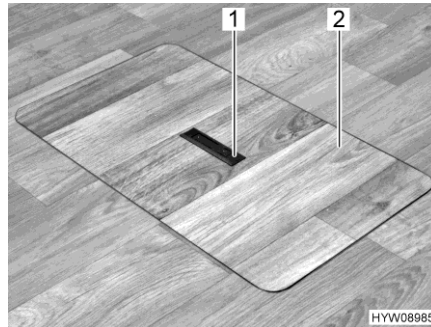
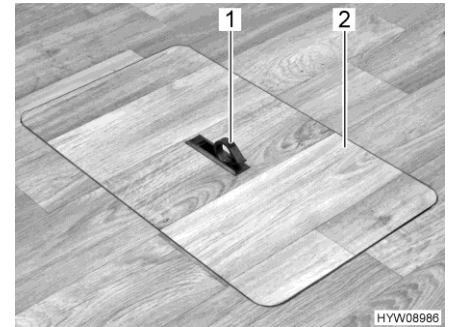

Fig. 37 Cubierta de servicio (tirador hundido)
Fig. 38 Cubierta de servicio (tirador girado hacia fuera)
- Presionar hacia abajo un lado de la placa de agarre (Fig. 37,1). El tirador (Fig. 38,1) girará hacia arriba.
- Retirar la cubierta de servicio (Fig. 38,2) hacia arriba.
- Insertar la cubierta de servicio (Fig. 38,2) en el marco en el piso.